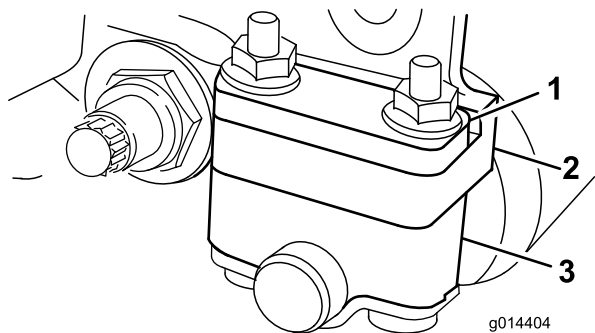
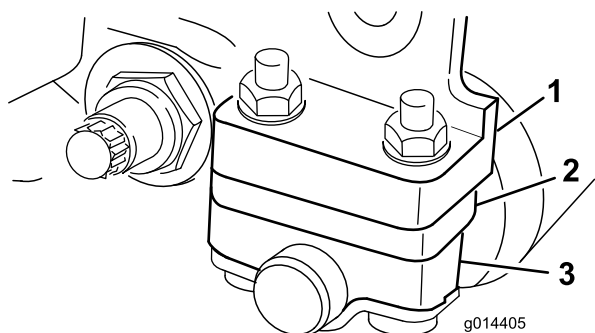

Figura 6
Figura 7
In base all'altezza di taglio desiderata occorrerà regolare le staffe del rullo posteriore (Figura 6 o Figura 7) nella posizione bassa o alta:
- Collocate il distanziale sopra la flangia di montaggio della piastra laterale (impostazione di fabbrica) se l'altezza di taglio è compresa tra 1,6 mm e 6,4 mm (Figura 6).
- Collocate il distanziale sotto la flangia di montaggio della piastra laterale se l'altezza di taglio è compresa tra 3,2 mm e 25 mm (Figura 7).
2. Rimuovete i (2) dadi che fissano ogni staffa del rullo e ogni distanziale a ciascuna flangia di montaggio della piastra laterale.
4. Collocate i distanziali sulle viti al di sopra o al di sotto delle staffe del rullo, come opportuno (Figura 6 o Figura 7).